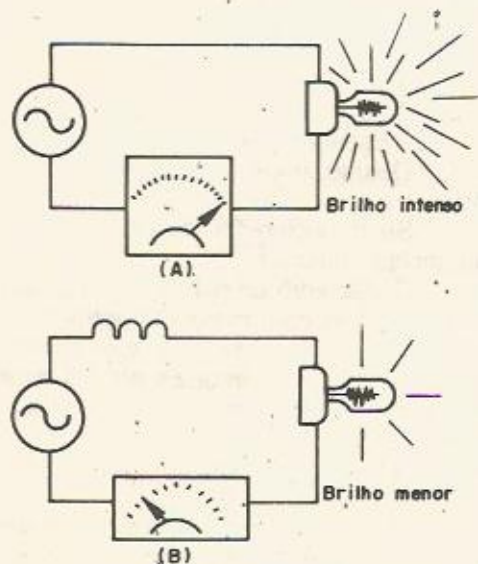

FIGURA 2
A figura 2 mostra um circuito de corrente alternada, em (A) sem indutor e em (B) com indutor.